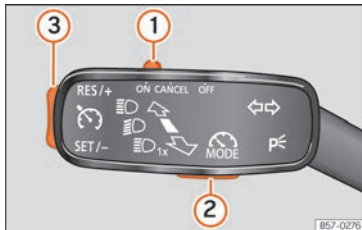
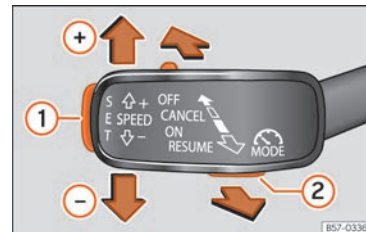

Abb. 225 Am Blinkerhebel: Tasten zur Bedienung des Geschwindigkeitsbegrenzers.
Abb. 226 Links an der Lenksäule: Tasten zur Bedienung des Geschwindigkeitsbegrenzers.
Zum Wechseln zwischen den Fahrerassistenzsystemen die Taste  »» **Abb. 225**  oder »» **Abb. 226**  drücken und anschließend mit dem Rädchen rechts im Multifunktionslenkrad im Menü Kombi-Instrument wählen und durch Drücken des Rädchens bestätigen.
- Schieben Sie den Schalter » Abb. 225 ① auf die Position **ON** und drücken Sie die Taste ②.
- Drücken Sie während der Fahrt die Taste » Abb. 225 ③ im Bereich **SET/-**.
Die Geschwindigkeit kann mit der Taste » Abb. 225 ③ eingestellt werden:
- Schieben Sie den Schalter » Abb. 225 ① auf die Position **OFF**.
Wenn Sie den Geschwindigkeitsbegrenzer – beispielsweise zum Überholen – vorübergehend deaktivieren möchten, schieben Sie den Schalter » Abb. 225 ① auf die Position **CANCEL** oder drücken Sie die Taste ②.
Nach dem Überholmanöver kann der Geschwindigkeitsbegrenzer wieder mit der zuvor gespeicherten Geschwindigkeit aktiviert werden, indem die Taste » Abb. 225 ③ im Bereich **RES/+** gedrückt wird.
- Bewegen Sie den Hebel zum Lenkrad auf die Position **ON** und drücken Sie die Taste » Abb. 226 ②.
- Drücken Sie während der Fahrt die Taste **SET** »» **Abb. 226 ①**.
- Drücken Sie die Taste **SET** »» **Abb. 226 ①**, um die Geschwindigkeit in kleinen Schritten von 1 km/h (1 mph) zu reduzieren.
Wenn Sie den Geschwindigkeitsbegrenzer – beispielsweise zum Überholen – vorübergehend deaktivieren möchten, schieben Sie den Hebel in Stellung **CANCEL** oder drücken Sie die Taste »» **Abb. 226 ②**.